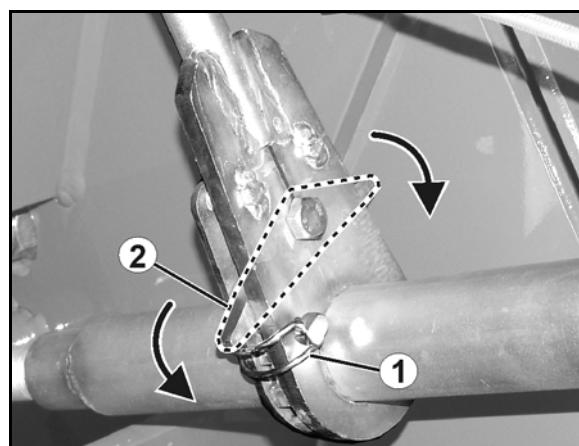

Bild 40
2. Ta ut låssprinten (Bild 40/1).
3. Haka fast svängarmen (Bild 40/2) i rätt rotationsriktning.